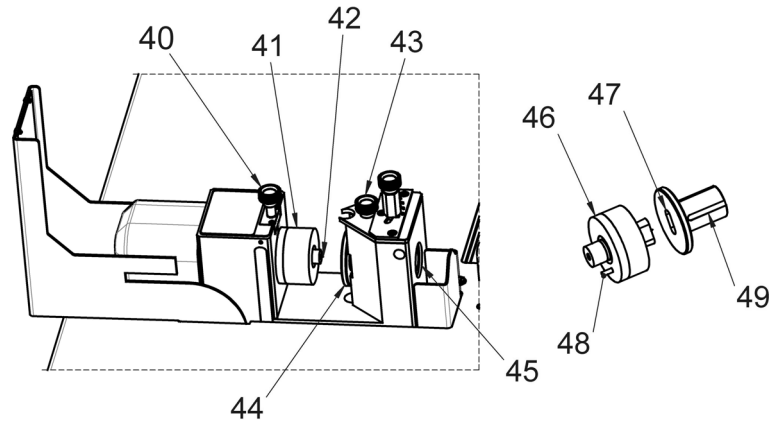

Рис. 7: Штамповка отверстий в токовых шинах
Штамповка отверстий в медных или алюминиевых шинах производится с помощью пуансона (рис. 7, 41) и соответствующей матрицы (рис. 7, 44). Пуансоны и матрицы для штамповки продолговатых отверстий имеют дополнительные штифты (рис. 7, 48) или пазы (рис. 7, 49), которые упрощают точность углового позиционирования.
- Вставить штамповочную матрицу (рис. 7, 44) в базовый корпус и зафиксировать с помощью винта (рис. 7, 43). При использовании матрицы для продолговатых отверстий установите соответствующий паз (рис. 7, 49) по направлению вверх.
- Вставить пуансон с неопреновым очистителем (рис. 7, 41) в крепление инструмента силового плунжера и зафиксировать с помощью винта (рис. 7, 40). У пуансонов для штамповки продолговатых отверстий (рис. 7, 46) убедиться, что позиционирующий штифт (рис. 7, 48) правильно установлен в отверстие силового плунжера и соответствует направлению продолговатого отверстия у матрицы.
- Установить центрирующую головку штампа (рис. 7, 42) непосредственно на точку накернивания. Таким образом, можно создать точный контур штамповки.